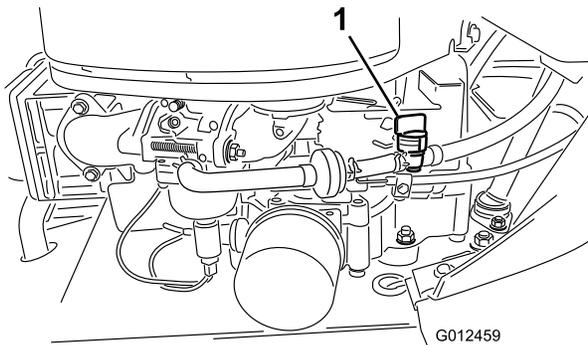

Bild 31
- Schließen Sie den Kraftstoffhahn (Bild 31).
- Drücken Sie die Enden der Schlauchklemmen zusammen und schieben diese weg vom Kraftstofffilter (Bild 31).